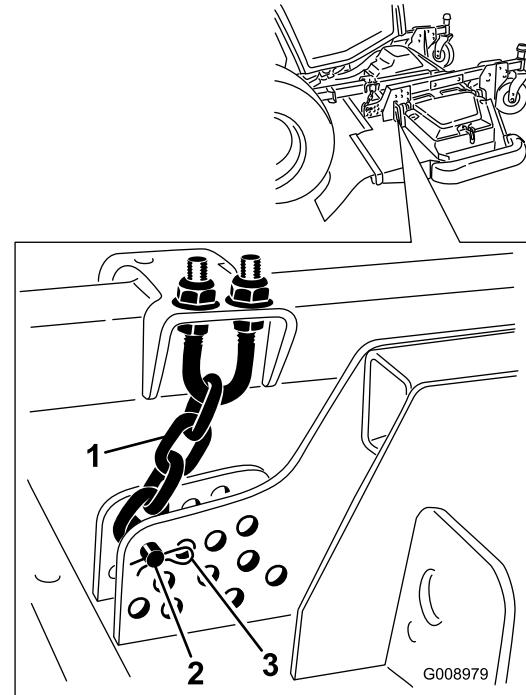

Figure 23
- Enlevez la goupille fendue et l'axe de chape qui fixent les chaînes de hauteur de coupe à l'arrière du plateau (Figure 23).